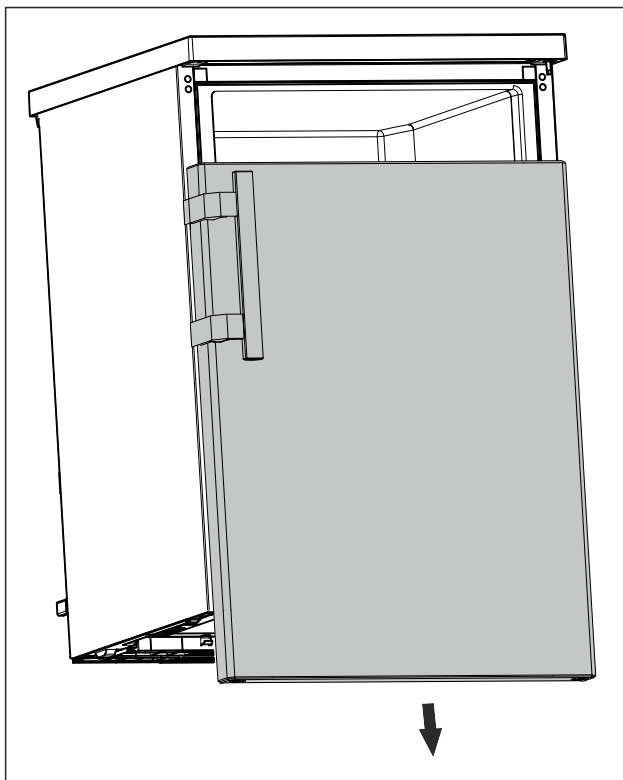

Fig. 9
- ▶ Verwijder de deur naar beneden. (zie Fig. 9)